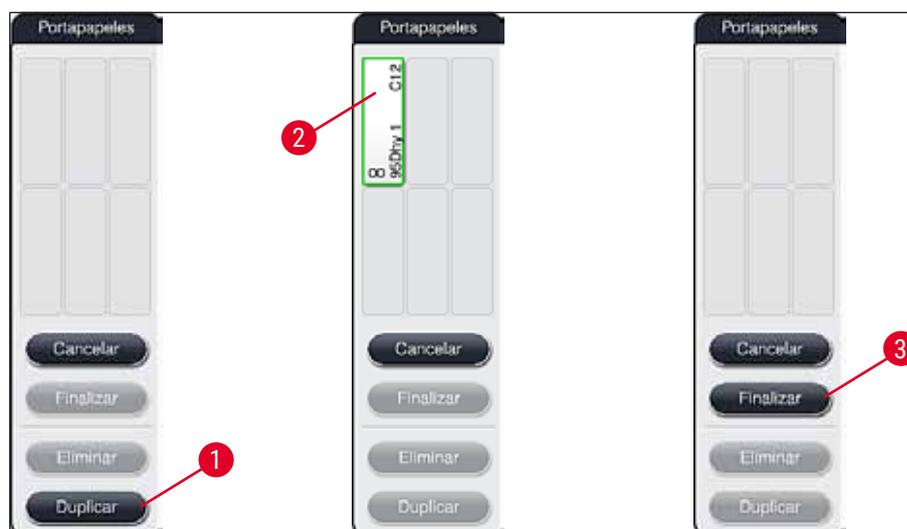

Fig. 53
2. Tenga en cuenta el mensaje informativo que aparecerá y confirme con **Aceptar**. Se abre una nueva ventana **Portapapeles** (→ "Fig. 53").